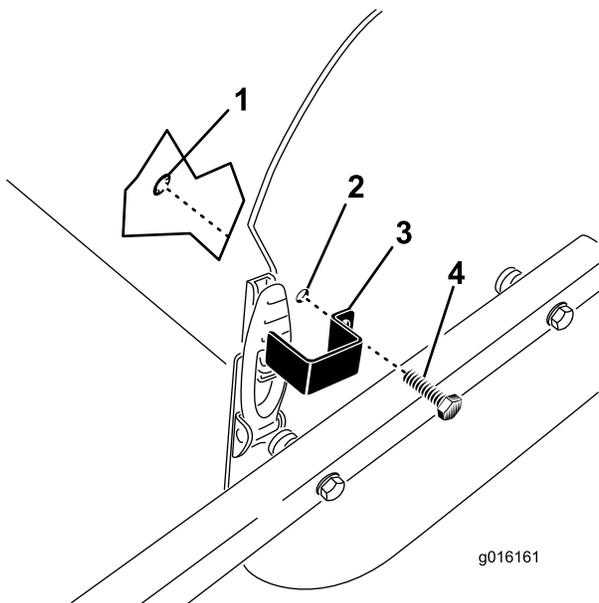

图36
1. 将门锁板放置到机罩门锁上同时将安装孔与侧板中的孔对齐 图36。
2. 用带头螺栓和卡环将门锁板固定到侧板上图36。